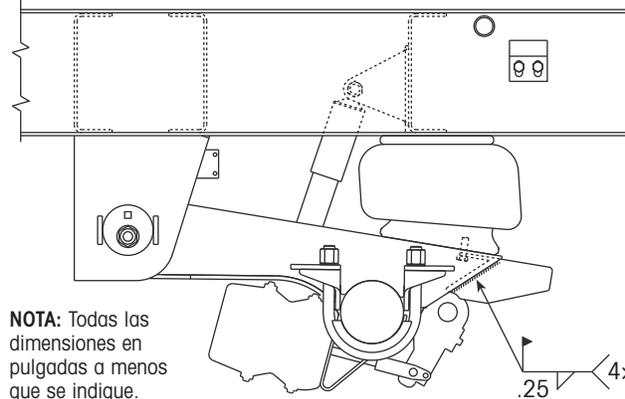

Figura 43. Puntee las extensiones de la viga trasera en su lugar
7. Puntee las extensiones de la viga (figura 43). Después de puntear, remueva las abrazaderas.